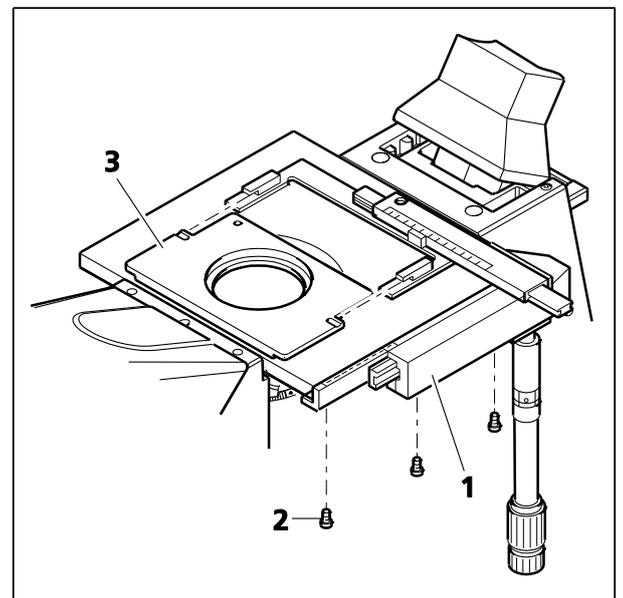

Fig. 29 Installation du guide-objet et du cadre de montage
- Fixer le guide-objet (Fig. 29/1) sur le côté gauche ou droit de la platine porte-objet, puis le fixer par le dessous à l'aide de trois vis à 6 pans creux (Fig. 29/2).
- Pousser ensuite le cadre de montage M du guide-objet (Fig. 29/3) sous les deux ressorts du guide-objet par l'avant jusqu'à ce qu'il s'enclenche dans la bonne position.